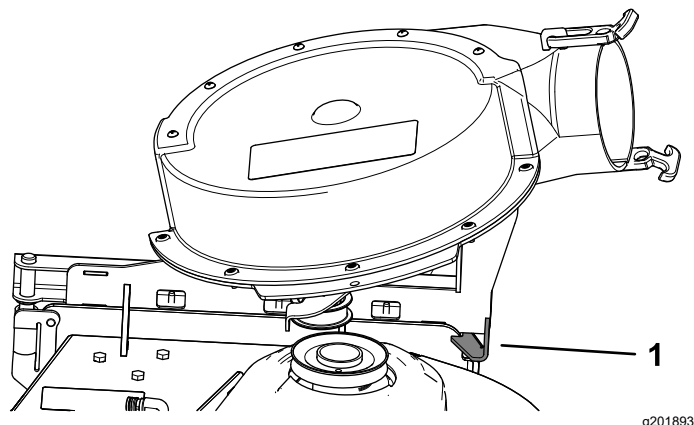

Figure 25
**Remarque:** Le ventilateur devait se verrouiller automatiquement en place, comme montré à la Figure 25.